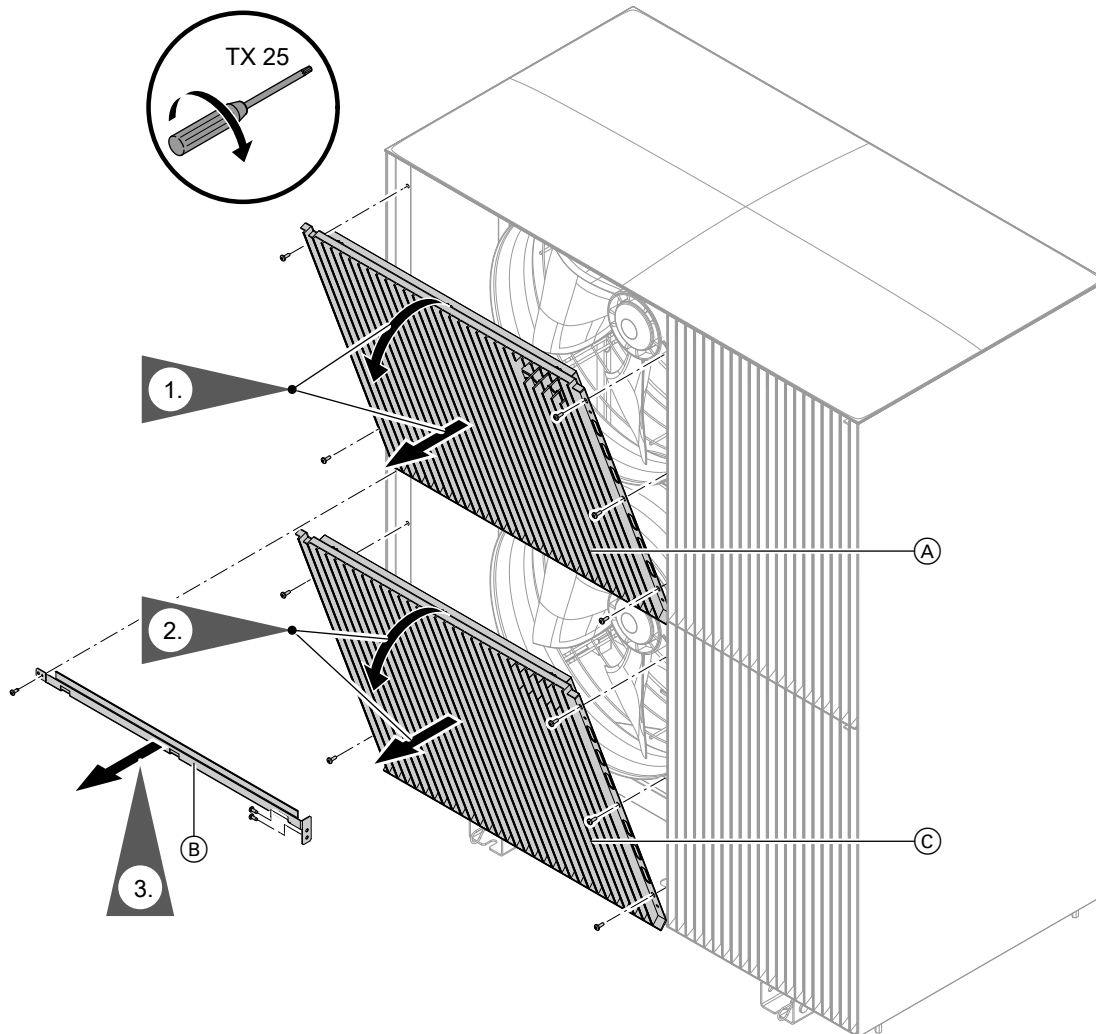

Abb. 101
3. Schutzgitter Ventilatoren und Versteifungswinkel abbauen: Siehe Abb. 101.